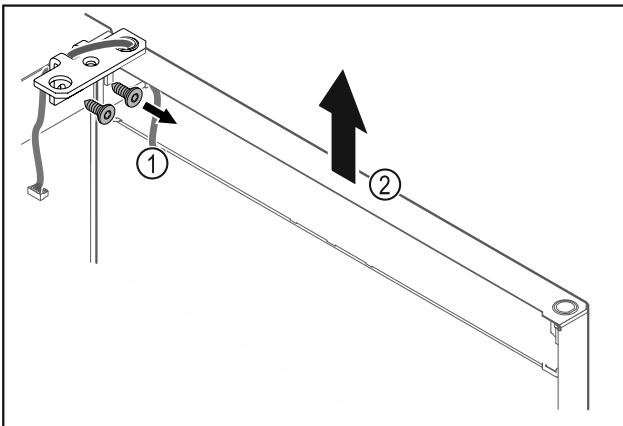

Fig. 21
- Lironi vidat e profilit të menteshës Fig. 21 (1).
- Ngrini drejt lart derën së bashku me profilin e menteshës Fig. 21 (2) rrëth 200 mm dhe hiqeni.